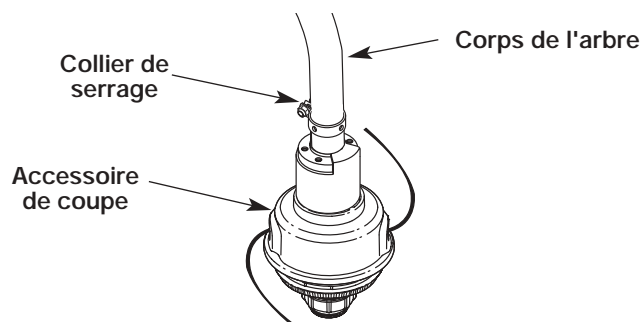

Figure 3
1. Placez le protecteur d'accessoire de coupe sur le corps de l'arbre au-dessus de l'ensemble de bride (Fig. 3).